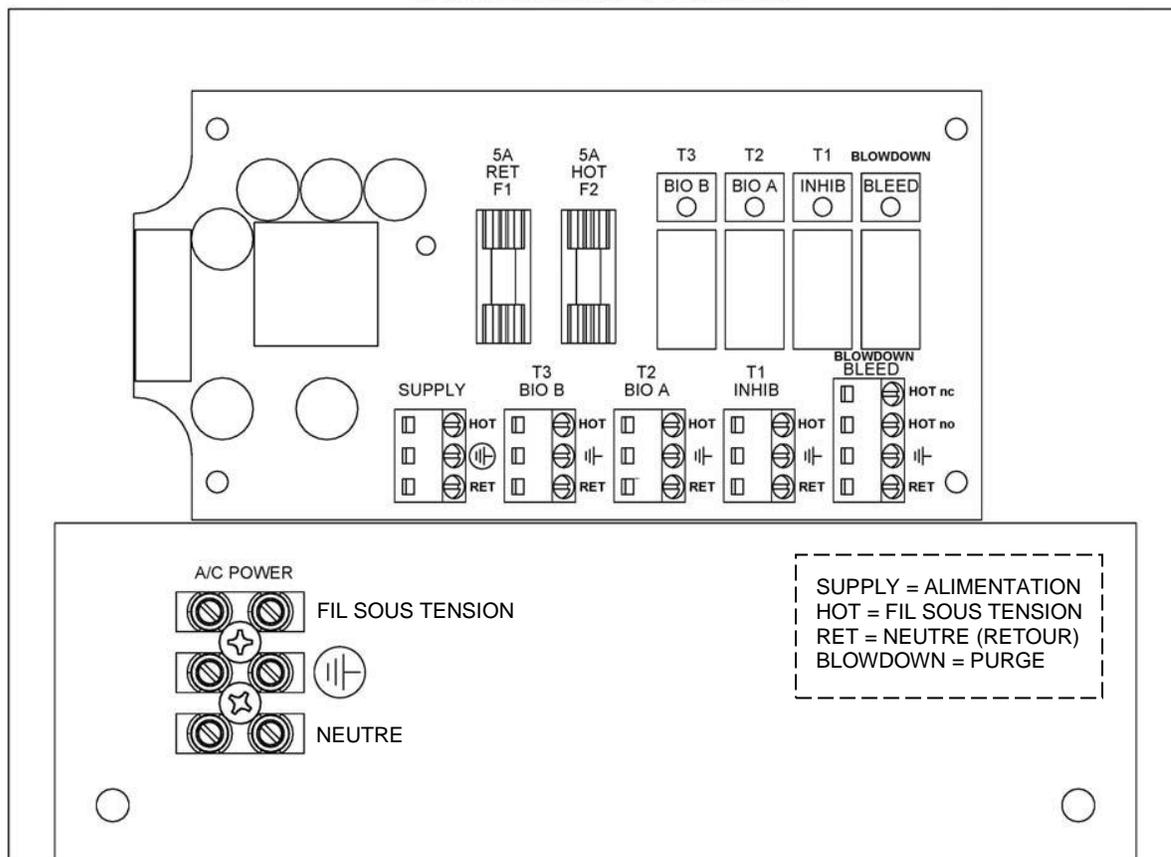

Figure 6
Les circuits électriques d'entrée de MicroVision sont protégés par un fusible sur les deux entrées, le fil sous tension et le neutre, en utilisant des fusibles remplaçables de cinq ampères (Figure 6).
Les contrôleurs pour utilisation avec conduits électriques ont des ouvertures pour les connexions de conduits de câblage réel (*hard wiring*). Voir Figure 6 pour les raccordements d'alimentation d'entrée et de sortie. Utiliser uniquement des fils standard de 18 AWG (1,2 mm2) pour les conduits d'alimentation et les connexions de charge. L'alimentation AC (entrée) est raccordée à travers le répartiteur situé sur le panneau arrière marqué « A/C Power » (Figure 6). La partie supérieure de ce répartiteur est amovible pour faciliter l'accès aux trois (3) vis du connecteur.